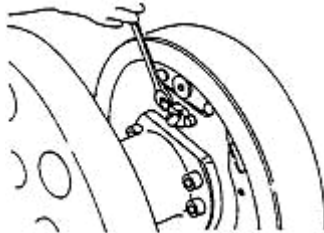

Рис. 2-20
(5) Отделите трубку от тормозного гидроцилиндра. Открутите крепежный болт и снимите тормозной гидроцилиндр с тормозного щита. См. Рис. 2-20